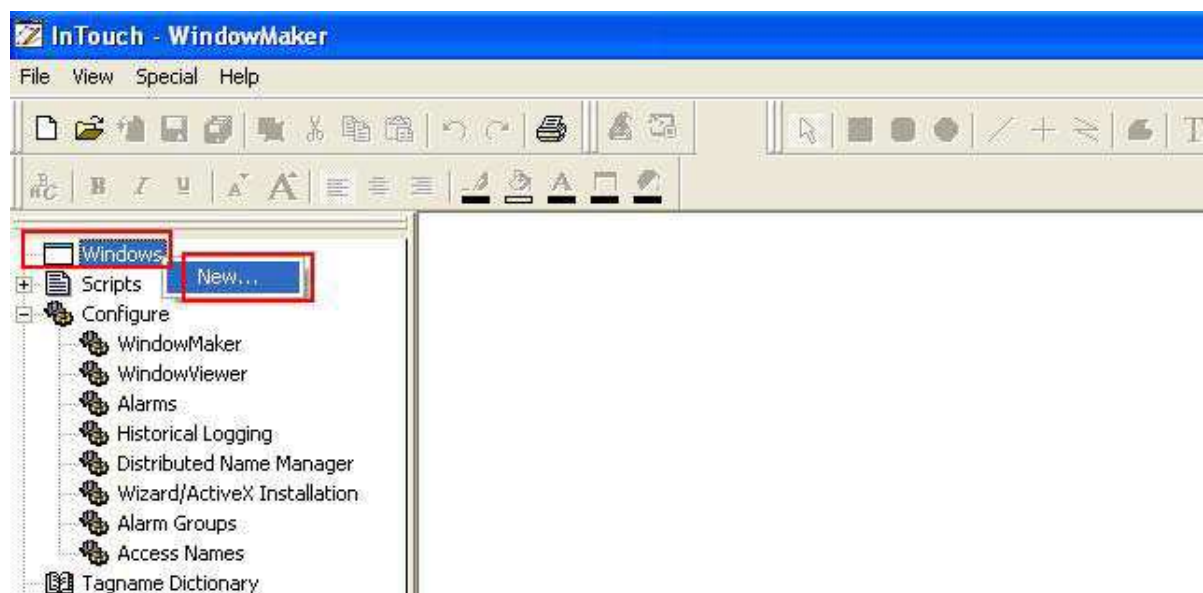

Рис. 16
2.10 Доступ к информации из тегов, созданных в пункте 2.9, о каналах ввода/вывода осуществляется через окно приложения. Для создания этого окна перейдите в раздел **Windows** → **New...** (Рис. 16).